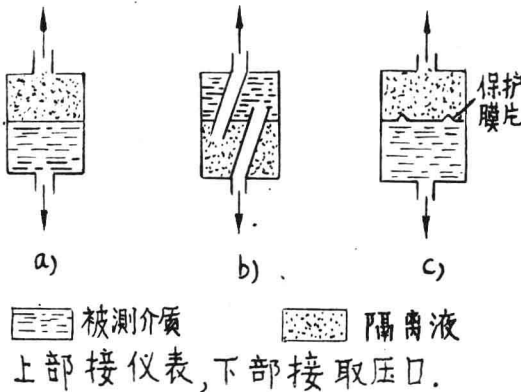

图1-9 隔离容口示意图
(2) 在测量有腐蚀性介质的压力时，应采取保护措施，如采用隔离容口。隔离的方法有两种：一种是采用对压力计弹簧管无损害的隔离液体作为工作液体（如甘油、笨、汽油、水银等）。根据隔离液与被测介质重度的不同，采取不同的安装方法。图1-9 a) 为隔离液重度小于被测介质的方式，b) 为隔离液重度大于被测介质的方式。另一种是加保护膜片（不锈钢、橡皮、塑料等），如图1-9c) 所示。